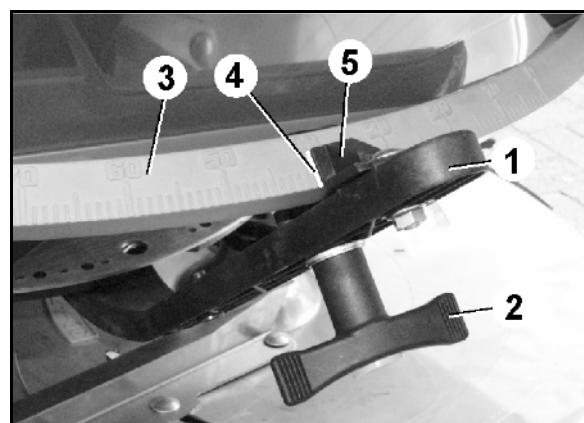

Fig. 53
2. Løsn vingemøtrikken (Fig. 53/2).
3. Find den nødvendige spjældstilling på skalaen (Fig. 53/3).
4. Stil aflæsningskanten (Fig. 53/4) til indstillingsgrebsviseren (Fig. 53/5) på skalaværdien.
5. Spænd vingeskruen ((Fig. 53/2) igen.